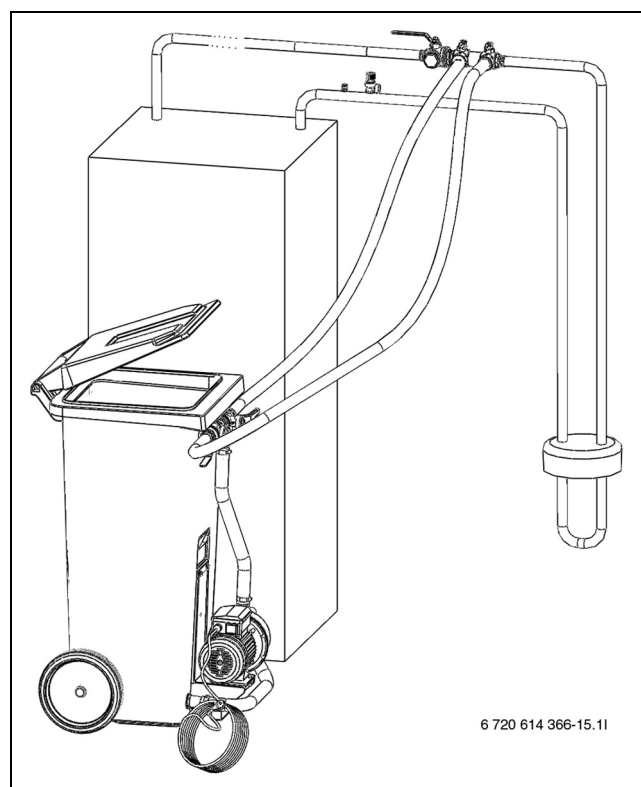

Bild 22 Fyllning med påfyllnadsstation
- ▶ Anslut två slangar från påfyllnadsstationen till påfyllnadssatsen (→ Bild 22).